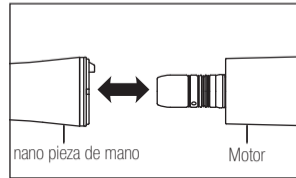

Fig. 1
- 1) Conecte la pieza de mano directa al motor (Fig. 1). Enrosque la pieza de mano hasta que encaje en su posición con un chasquido.